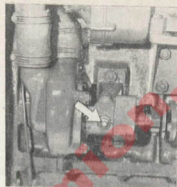

Fig. 42. Engrasador bomba agua dulce
- Engrase cada 50 horas los rodamientos de las bombas de agua dulce y salada utilizando los engrasadores correspondientes (figs. 42 y 43). Emplee grasa del tipo indicado en el "Cuadro general de lubricación".